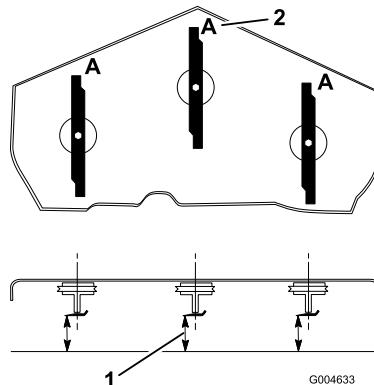

Figura 72
- Gire las cuchillas hasta que los extremos estén orientados hacia adelante y hacia atrás (Figura 72). Mida desde una superficie nivelada hasta el filo de corte, posición A, de las cuchillas (Figura 72). Anote esta dimensión.